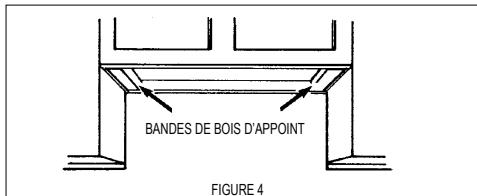

FIGURE 4
3. Si le fond de l'armoire est en retrait, des blocs de bois doivent être installés pour assurer un alignement adéquat avec le fond de l'armoire. Les blocs de bois doivent être alignés ou en retrait de $1/16"$ à $1/8"$ par rapport au fond de l'armoire, comme indiqué sur la FIGURE 4..